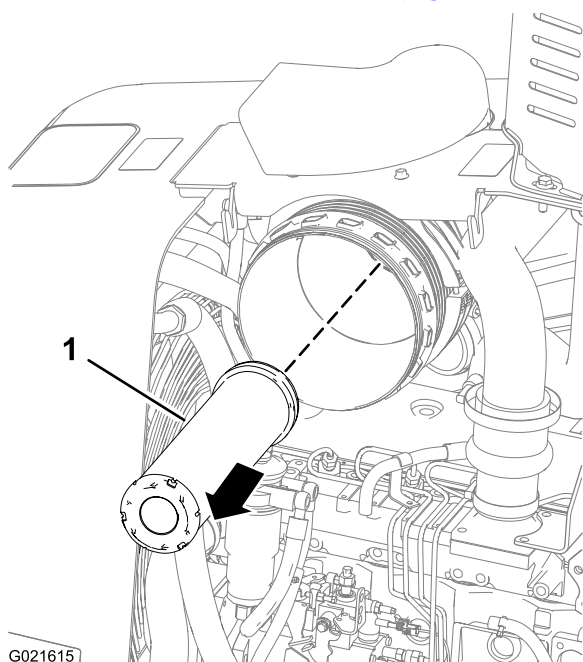

Figure 52
4. Insérez l'élément filtrant secondaire neuf dans le boîtier du filtre à air (Figure 52).
Tirez l'élément filtrant secondaire vers l'extérieur et sortez-le du boîtier du filtre à air (Figure 52).